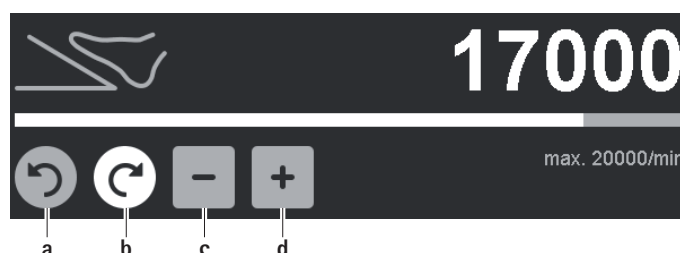

Рис. 6 Изменение верхней границы диапазона числа оборотов/направления вращения
- Изменение направления вращения (кроме дрели GA844): Нажать неактивную, серую кнопку направления вращения по часовой стрелке/против часовой **a/b**, см. Рис. 6.